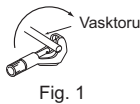

Fig. 1
- Äravooluvoolik peaks voolu paremaks ärajuhtimiseks olema suunatud allapoole. (Fig. 1)
- Pange külmaaine torud ja äravooluvoolik kokku, seejärel kandke maalriteipi (4) alates otsast tugevalt peale. Maalriteibi (4) kattuva osa laius peaks olema 1/3 teibi laiusest. Kasutage maalriteibi (4) otsas sidemetõkist.
- Tõmmake äravoolukork siseseadme tagumise osast välja. (Fig. 1)
- 1) Lõigake vasktoru torulõikuriga õigesti. (Fig. 1, 2)